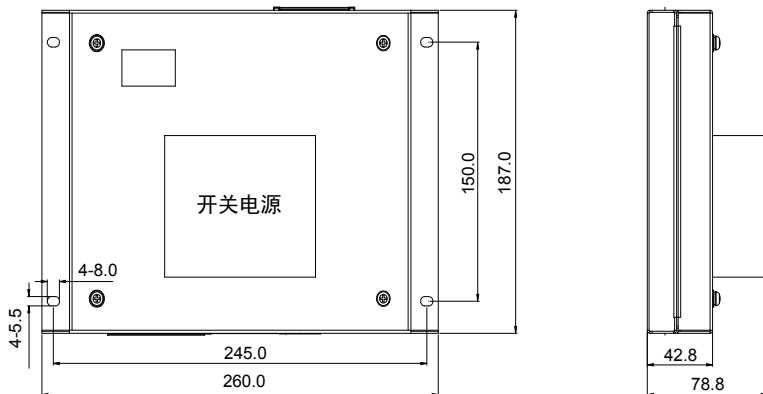

图 2-1 MCTC-PES-E1 系统整套尺寸图（单位：mm）
- 6) 对主控制柜的安装侧面进行加工, 主控制柜加工尺寸请参照图 2-1;
<ul style="list-style-type: none"> ◆ 本系统出厂时, 开关电源已经固定于 PES 外壳上; ◆ PES 出售时不配带 PES 防护外壳的安装螺丝, 此螺丝需由客户自理 (螺丝尺寸请考虑主控制柜安装侧面的板面厚度及防护外壳固定件的厚度, 同时参照图 2-1 孔位大小进行选择);